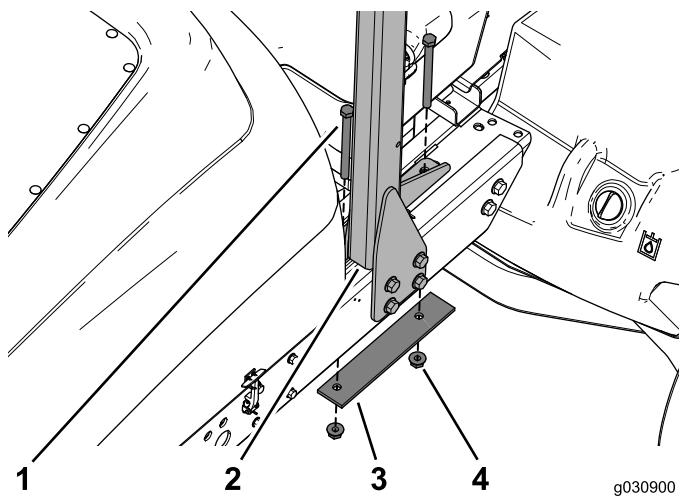

Figura 5
6. Retire a placa da cablagem e o compartimento da bateria para permitir retirar os dois parafusos, a placa de reforço e porcas flangeadas que prendem o ROPS à parte superior da estrutura (Figura 5). Coloque-os de lado.